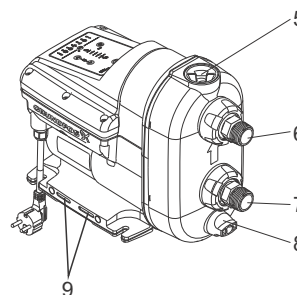

Fig. 20 Bomba SCALA2
5. Abra gradualmente o bujão de ferragem e remova-o. Consulte a fig. 20 (5).
6. Remova o bujão de drenagem e drene a bomba. Consulte a fig. 20 (8).
7. Desaperte a anilha de união que fixa a ligação de entrada. Consulte a fig. 20 (7). Dependendo do tipo de instalação, poderá ser necessário remover as tubagens das ligações de entrada e de saída.
5. Abra gradualmente o bujão de ferragem e remova-o. Consulte a fig. 20 (5). O bujão e a válvula de retenção são uma unidade.